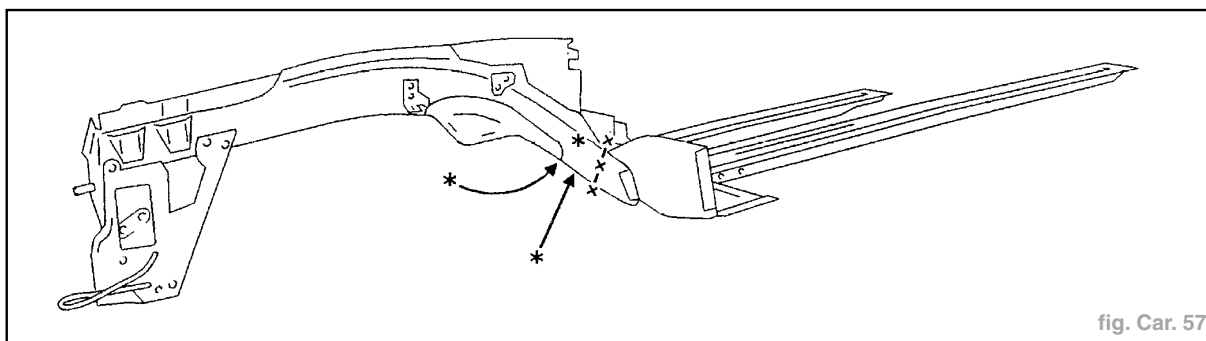

fig. Car. 57
- Tracer puis découper à l'aide d'une scie (fig. Car. 57).